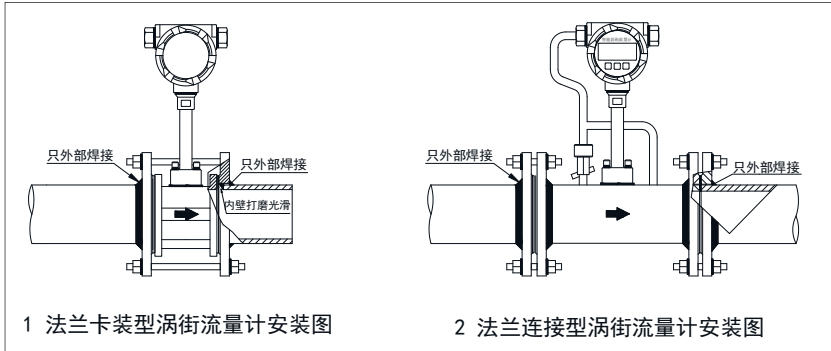

图3 涡街流量计安装及焊接示意图
1. 涡街流量计的仪表安装点的上下游配管的内径应与仪表内径一致，传感器应与管道同心，传感器与法兰间的密封垫不能凸入管道内。具体安装形式如图 3；